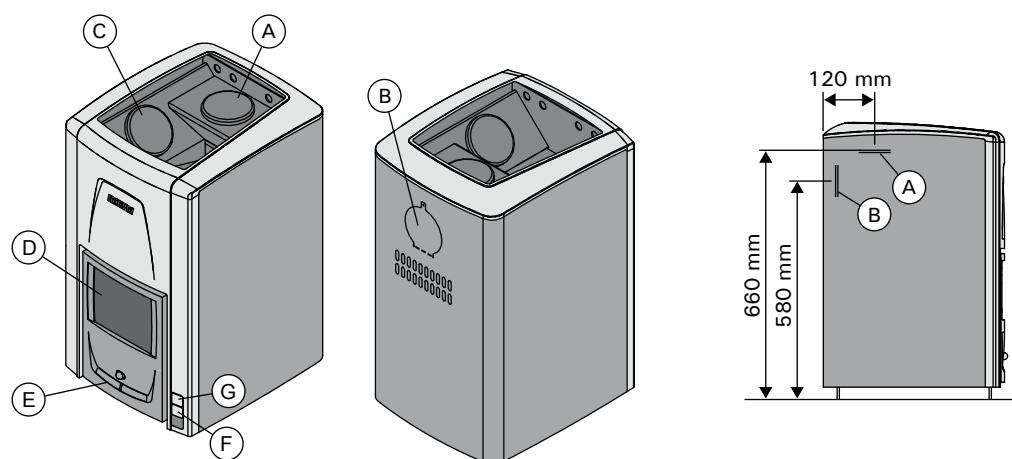

Рисунок 1.
1.2. Элементы конструкции каменки (рис. 1)